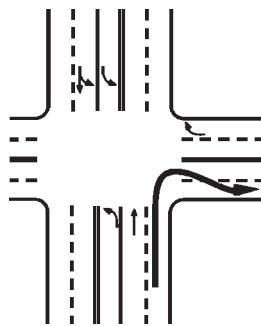

Figura 2-8
- Si usted está manejando un camión o autobús que no puede girar a la derecha sin entrar a otro carril, gire en forma amplia al estar *completando* la vuelta como se muestra en la figura 2-8. Mantenga la parte de atrás del vehículo cerca del bordillo. Esto evitará que otros conductores lo pasen por la derecha.